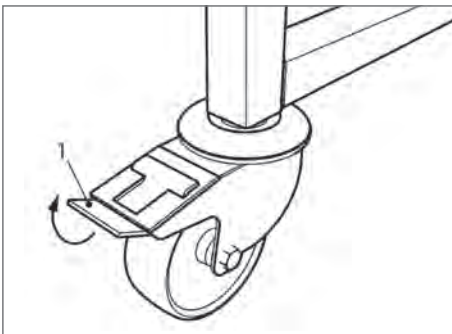

Abbildung 77
4. Arretieren Sie die Rollenbremsen, sobald Sie die endgültige Position erreicht haben (siehe Abb. 77 | 1).